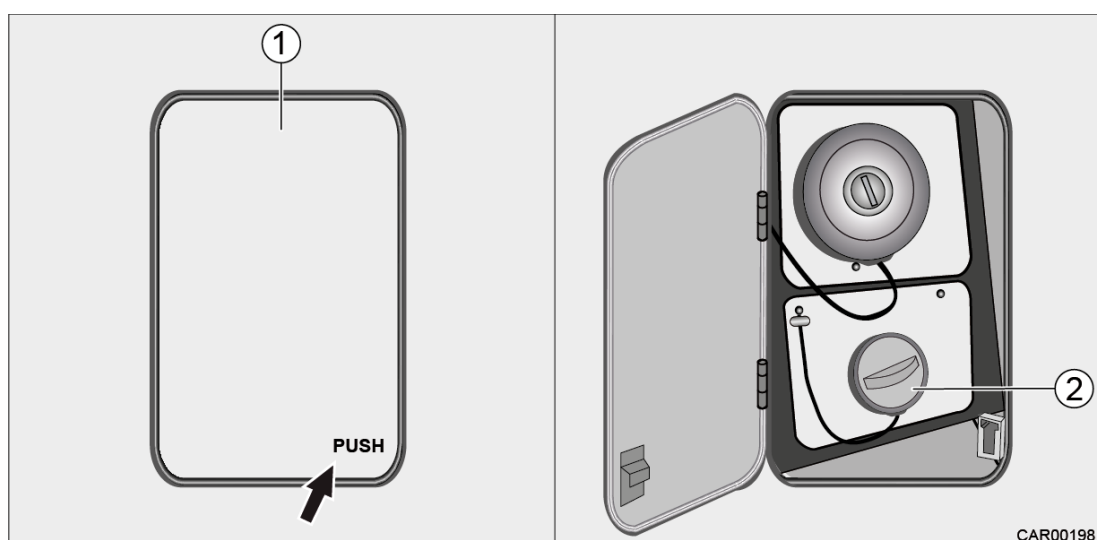

Fig. 14 Bouchon de carburant AdBlue® modèle I
1. Ouvrir le clapet du bouchon de carburant (Fig. 14/1). Pour cela appuyer sur le bord inférieur avec l'inscription « PUSH ». Le clapet s'ouvre.
2. Dévisser le bouchon (Fig. 14/2) dans le sens anti-horaire.
1. Tourner le bouchon (Fig. 14/2) dans le sens horaire jusqu'en butée.
2. Fermer le clapet du bouchon de carburant AdBlue® (Fig. 14/1). Pour cela appuyer sur le bord inférieur avec l'inscription « PUSH » et faire encliqueter le clapet.